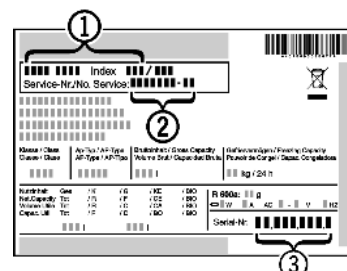

Fig. 6
- ▶ Odczytać z tabliczki znamionowej oznaczenie urządzenia Fig. 6 (1), nr serwisowy Fig. 6 (2) oraz numer seryjny Fig. 6 (3). Tabliczka znamionowa znajduje się po lewej stronie wewnątrz urządzenia.
- ▶ Poinformować serwis i podać opis zakłócenia, oznaczenie urządzenia Fig. 6 (1), nr serwisowy Fig. 6 (2) oraz numer seryjny Fig. 6 (3).